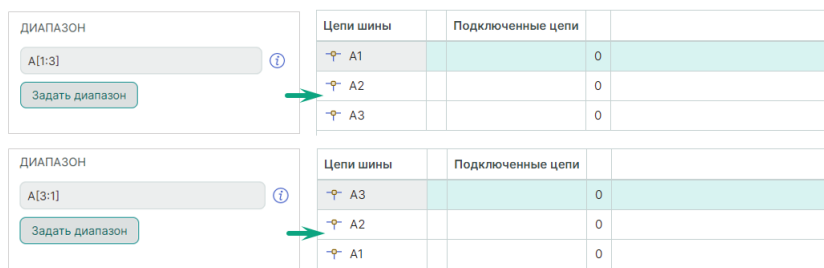

Рис. 184 Варианты добавления диапазона (префикс и диапазон)
- Prefix[Min:Max] или Prefix[Max:Min], см. Рис. 184.